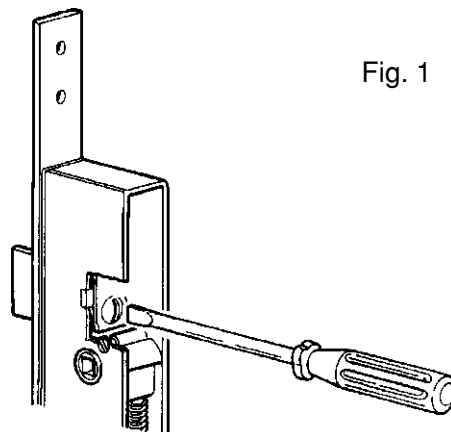

Fig. 1
1. Svitare la vite fino alla fuori uscita dello scrocco, ruotarlo di 180° e quindi premendolo all'interno riavvitare la vite serrando con forza. Al termine dell'operazione verificare il buono scorrimento dello scrocco (fig. 1).